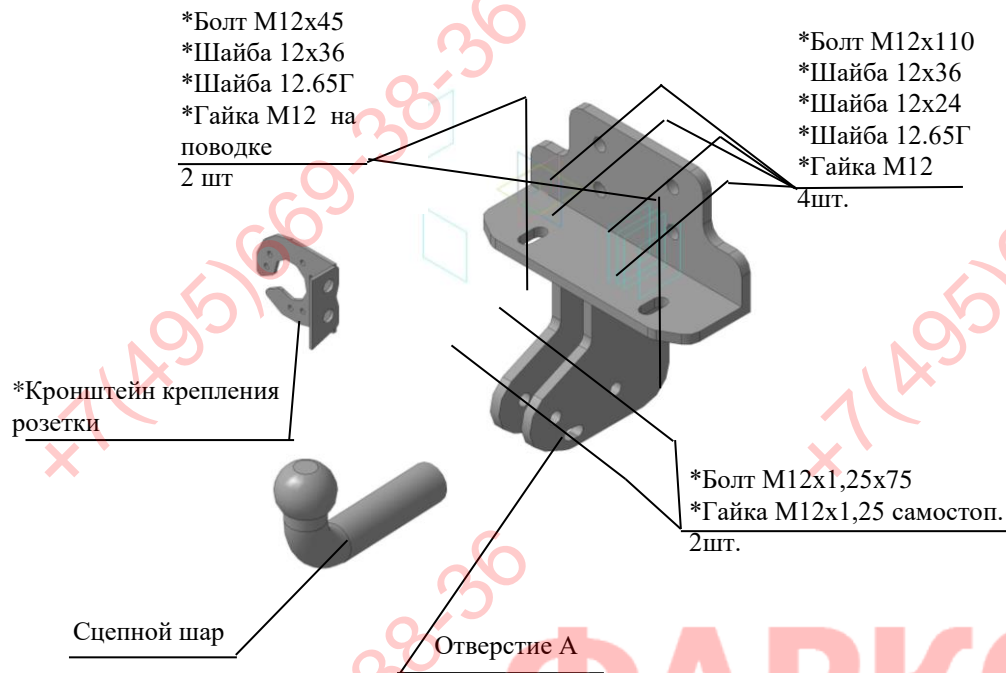

Рис.1 Тягово-сцепное устройство 7821.
2.1 ТСУ 7821 в сборе (рис.1)	1 шт.
2.2 Пакет с комплектующими (см. рис.1)	1 шт.